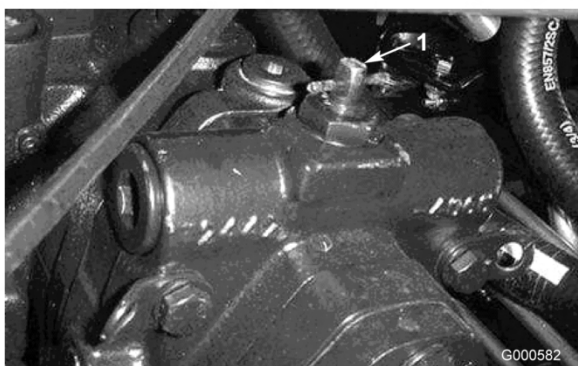

Figura 18
2. Gire la válvula auxiliar 90° (1/4 de vuelta) en cualquier sentido para abrirla y dejar pasar el aceite internamente (Figura 18). Puesto que el aceite se desvía, la máquina puede ser movida lentamente sin dañar la transmisión. Observe la posición de la válvula al abrirla o cerrarla.